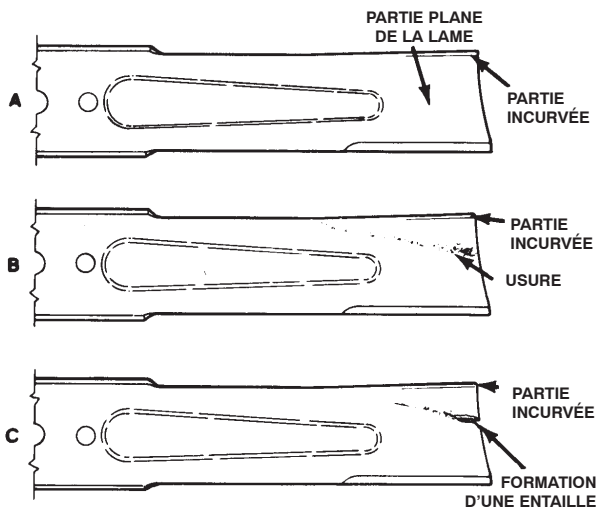

Figure 27
2. Examinez attentivement les tranchants de la lame, particulièrement au point de rencontre des parties plane et incurvée (Fig. 27-A). Le sable et les matières abrasives peuvent éroder le métal à cet endroit, c'est pourquoi il est important de contrôler l'état de la lame avant d'utiliser la machine. Si vous constatez de l'usure (Fig. 27-B), remplacez la lame ; voir Dépose de la lame, page 21.
Si la lame est trop usée, une entaille se forme entre la partie incurvée et la partie plane (Fig. 27-C). La lame risque alors de se briser et un morceau peut être projeté du dessous de la machine, vous blessant gravement ou une personne à proximité.